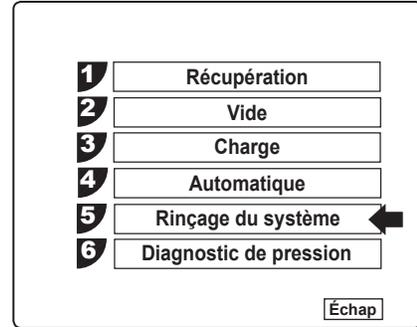

Figure 11
- Sélectionnez **RINÇAGE DU SYSTÈME** depuis le menu RRR. Voir la figure 11.
Une fois le filtre nettoyé ou remplacé, redémarrez le Rinçage du système depuis le menu illustré sur la figure 11.